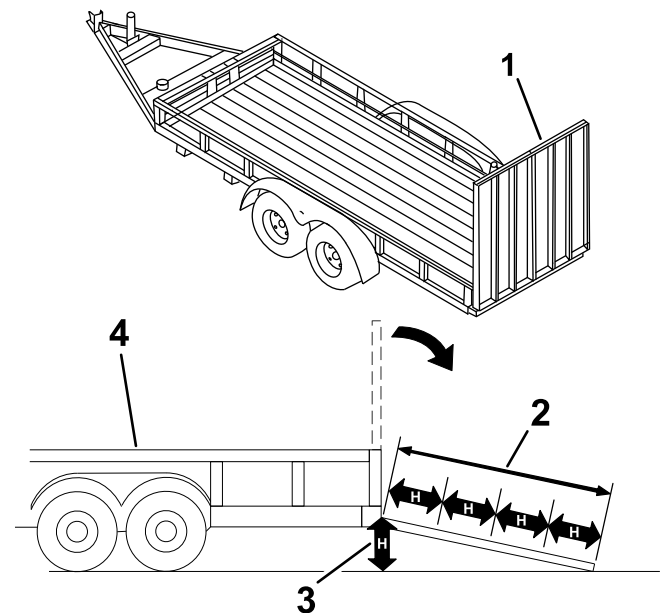

Bild 25
Das Laden einer Maschine auf einen Anhänger oder einen Lastwagen erhöht die Umkipppgefahr und könnte schwere oder tödliche Verletzungen verursachen (Bild 25).
3. Senken Sie die Rampe (Bild 25).